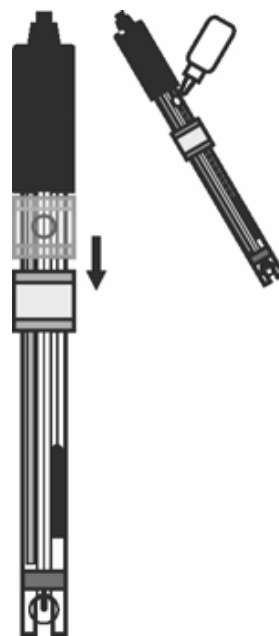

Рис.2
**5.3** Уровень электролита в электроде должен поддерживаться в пределах показанных на рис. 2. При необходимости электролит следует доливать в электрод через заливочное отверстие.